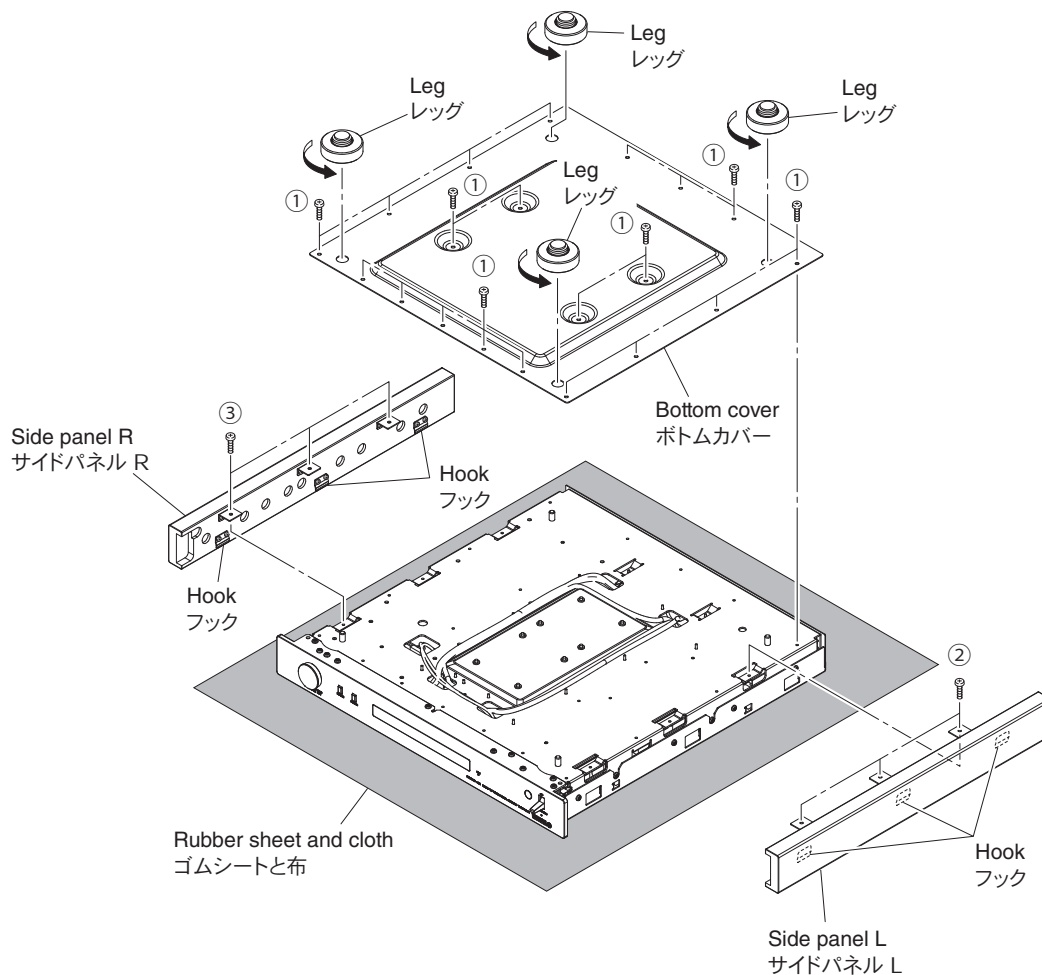

Fig. 1
- Spread a rubber sheet and cloth, and place this unit upside down on the cloth. (Fig. 1)
- Remove 4 legs. (Fig. 1)
- Remove 20 screws (①). (Fig. 1)
- Remove the bottom cover. (Fig. 1)
- ゴムシートと布を敷き、その上に本機を底面を上にして置きます。(Fig. 1)
- レッグ 4 個を外します。(Fig. 1)
- ① のネジ 20 本を外します。(Fig. 1)
- ボトムカバーを外します。(Fig. 1)
- Remove 3 screws (②). (Fig. 1)
- Lift the side panel L and release 3 hooks. Then remove the side panel L. (Fig. 1)
- Remove 3 screws (③). (Fig. 1)
- Lift the side panel R and release 3 hooks. Then remove the side panel R. (Fig. 1)
- ② のネジ 3 本を外します。(Fig. 1)
- サイドパネル L を持ち上げ、3 ヶ所のフックを外し、サイドパネル L を外します。(Fig. 1)
- ③ のネジ 3 本を外します。(Fig. 1)
- サイドパネル R を持ち上げ、3 ヶ所のフックを外し、サイドパネル R を外します。(Fig. 1)